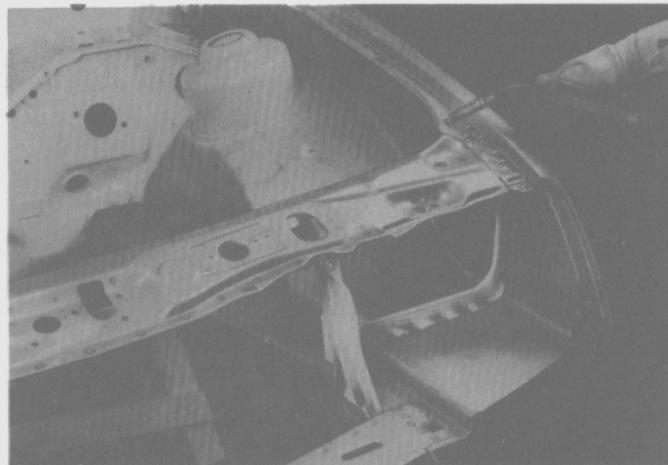

Fig. 108
- Doblar hacia atrás la pestaña del guardabarro y soldarla por pudelado al panel del soporte del radiador (Fig. 108).